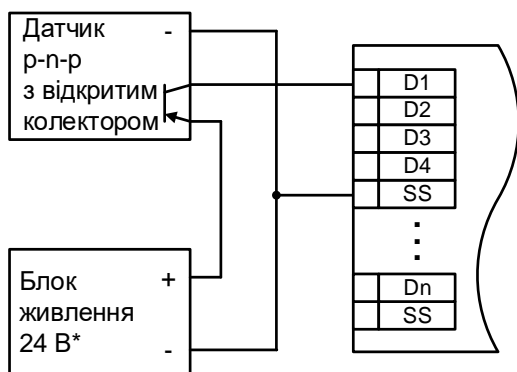

Рисунок 5.7 – Схема підключення датчиків р-п-р типу з відкритим колектором
- транзисторний ключ типу p-n-p (див. рисунок 5.7);